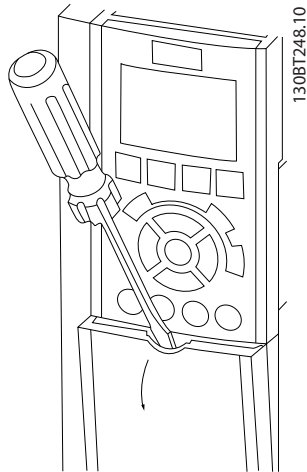
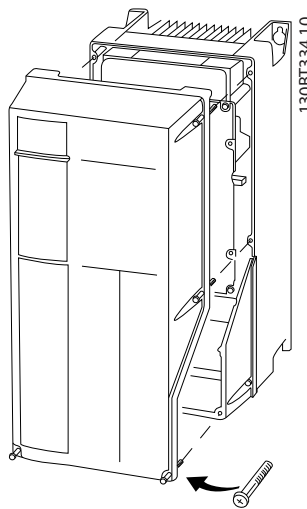

図 4.4 IP20 及び IP21 エンクロージャの配線アクセス
図 4.5 IP55 及び IP66 エンクロージャの配線アクセス
1. ドライバーで(図 4.4を参照)、または取り付けネジをゆるめて(図 4.5を参照)、カバーを取り外します。